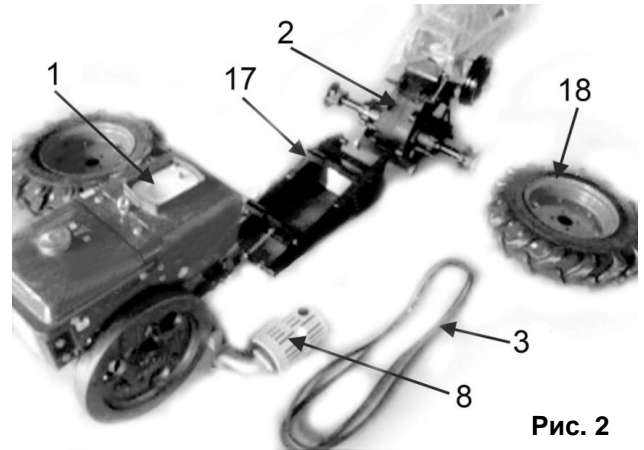

Рис. 2
- Трактор состоит из нескольких основных узлов: дизельного двигателя (1), рамы (17), коробки передач и рулевой колонки (2), колес (18)(См. Рис.2)